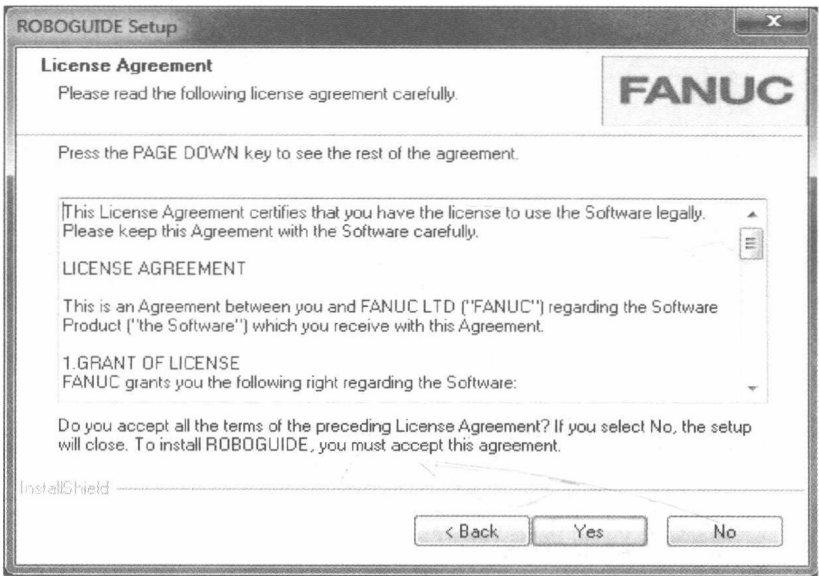

图 2-4
3) 显示ROBOGUIDE设置-许可协议对话框，检查详细信息，然后单击“**Yes**”（是）按钮，如图2-4所示。